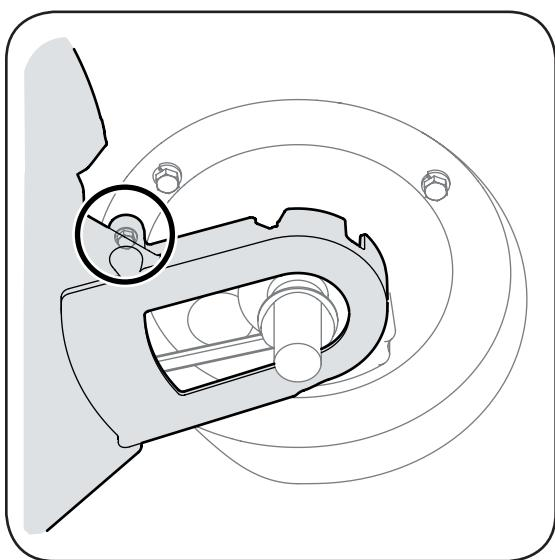

Figura 5-4: Afloje el tornillo que sujetla la tolva de la cubierta a la cubierta.
5. Afloje el tornillo autoroscante que asegura la tolva de la cubierta a la cubierta, Figura 5-4.